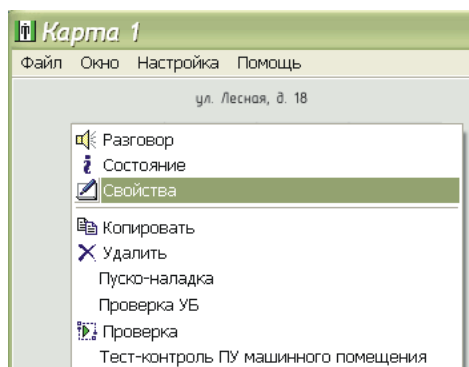

Рисунок 17
- в появившемся окне выбрать пункт «Свойства» (рисунок 17);